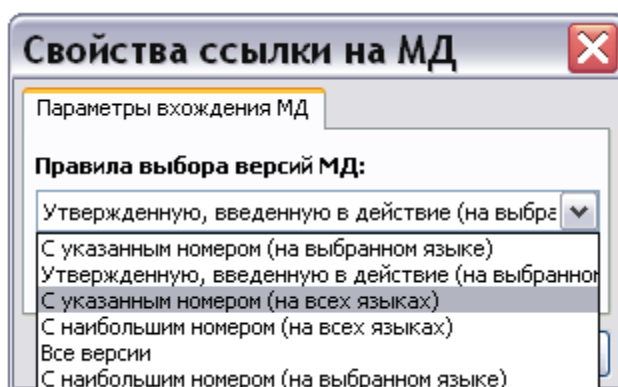

Рис. 18.36
3. Откройте выпадающий список и укажите, какие версии МД будут выбираться при экспорте (Рис. 18.36).